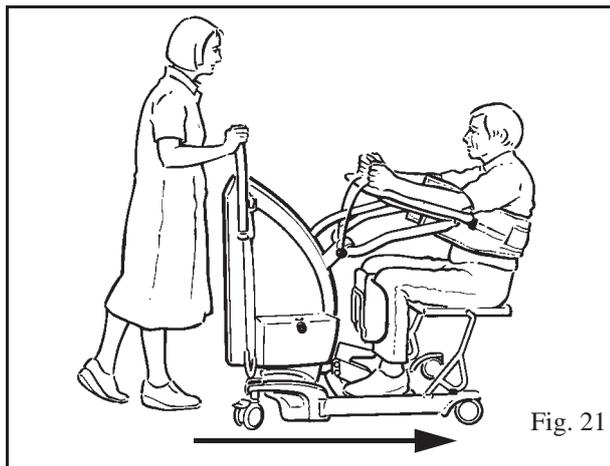

Fig. 21
Se necessario, inserire il sedile asportabile negli appositi fori della base dello chassis, quindi abbassare il paziente in posizione seduta per consentirgli l'uso della comoda o per trasportarlo per tragitti più lunghi (vedere Fig. 21).
**Nota:** il trasporto deve essere effettuato con le gambe dello chassis chiuse, per passare liberamente attraverso porte, ecc. Spostare sempre nella direzione indicata nella Fig. 21.